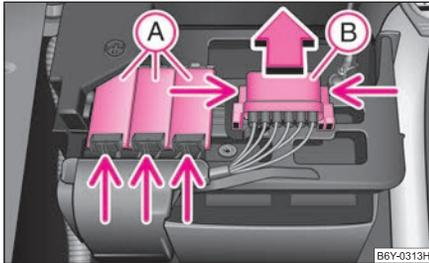

Abb. 168 Batterie:
- Drücken Sie auf die Verrastungen der Sicherungsabdeckungen (A) ⇒ Abb. 168 und klappen Sie die Abdeckungen auf.
- Drücken Sie die Verrastungen der Sicherungsabdeckung (B) gleichzeitig zusammen und schieben Sie die Abdeckung in Pfeilrichtung heraus.
- Einige Fahrzeuge sind nur mit der Abdeckung (B) ausgestattet ⇒ Abb. 168. ■